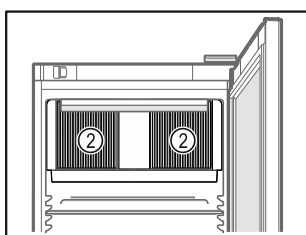

Fig. 62
- ❑ Oslobodite ventilacijske proreze Fig. 62 (2) za ventilator optočnog zraka u unutrašnjosti.